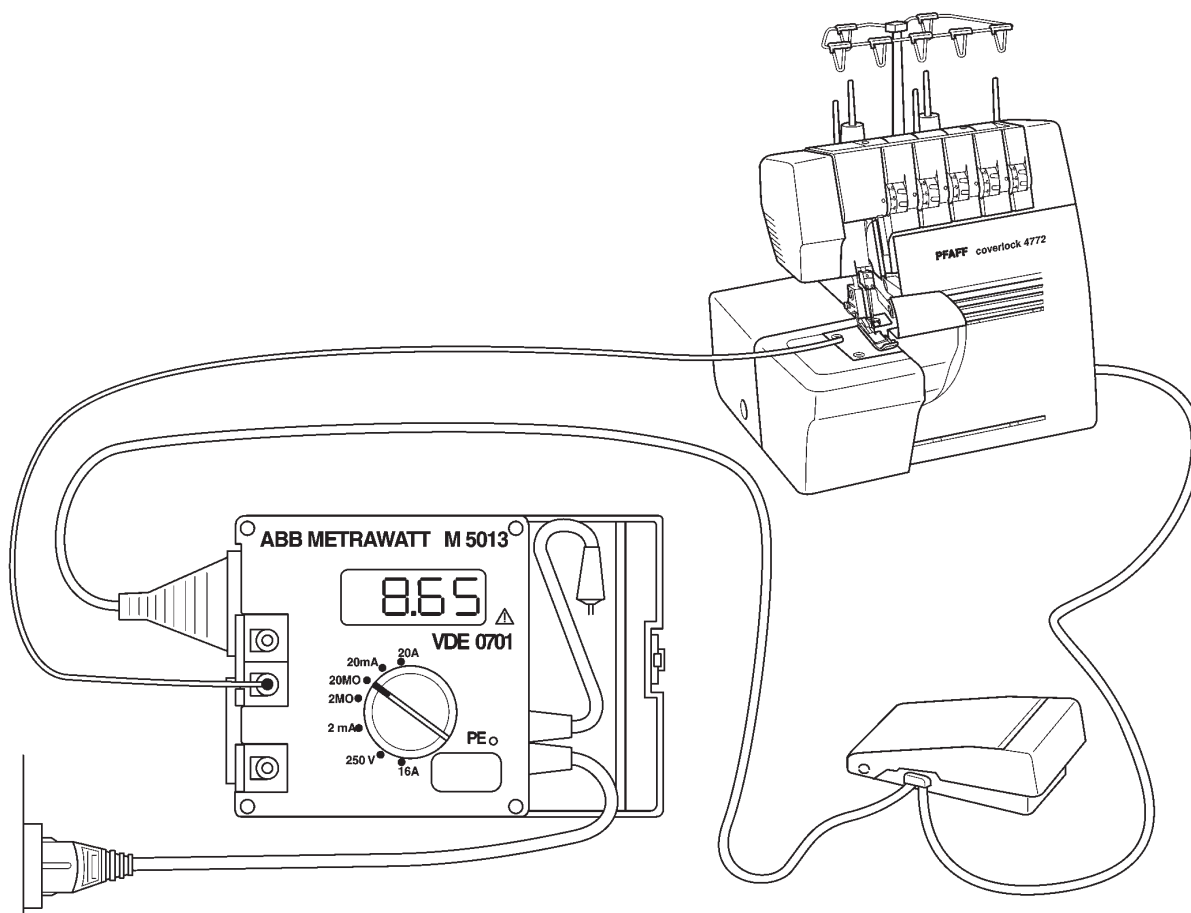

Рис. 3
- Переключатель диапазонов установить на “20 M Ohm” (рис. 3).